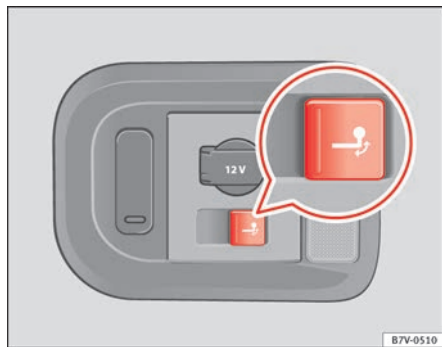

Fig. 156 Lado derecho del maletero: botón para bascular eléctricamente la rótula del enganche.
- Tire brevemente del botón ⇒ fig. 156. La rótula se desbloqueará eléctricamente y basculará por sí misma hacia afuera; el testigo de la tecla parpadeará.
- Tire brevemente del botón ⇒ fig. 156. La rótula se desbloqueará eléctricamente; el testigo de la tecla parpadeará.